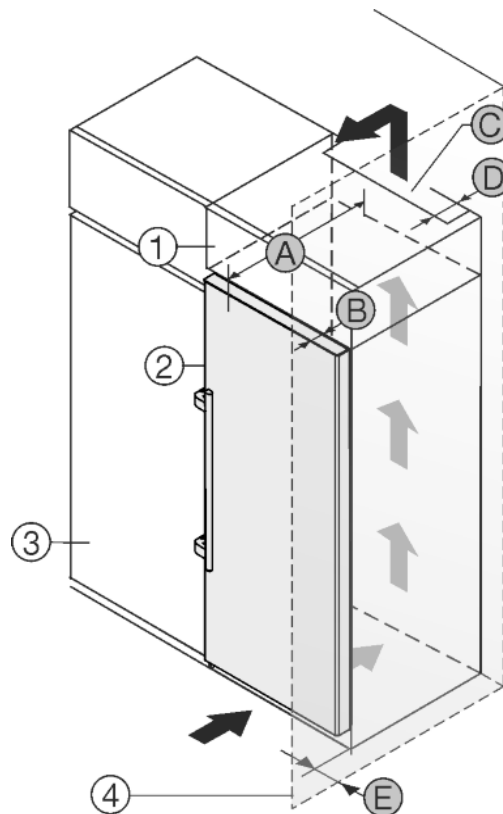

Fig. 25
Spotřebič lze zabudovat do kuchyňských skříní. K vyrovnání spotřebiče *Fig. 25 (2)* na výšku kuchyňské linky lze na přístroj nasadit nástavec *Fig. 25 (1)*.
Spotřebič lze instalovat přímo vedle kuchyňské skříňky *Fig. 25 (3)*. Aby bylo možné dvířka plně otevřít, musí spotřebič přesahovat o hloubku *Fig. 25 (B)* vůči přední linii kuchyňské skříňky. V závislosti na hloubce kuchyňských linek a použití vymezovačů odstupů od stěny může spotřebič vyčnívat dále.
- Na zadní straně skříňky nástavce musí být větrací šachta hluboká alespoň hloubku *Fig. 25 (D)* mm přes celou šířku nástavce skříňky.
- Pod stropem místnosti musí být dodržen ventilační průřez *Fig. 25 (C)*.
Pokud je spotřebič se závěsy instalován vedle stěny *Fig. 25 (4)*, musí být dodržena vzdálenost *Fig. 25 (E)* mezi spotřebičem a stěnou. To odpovídá přesahu madla při otevřených dveřích.